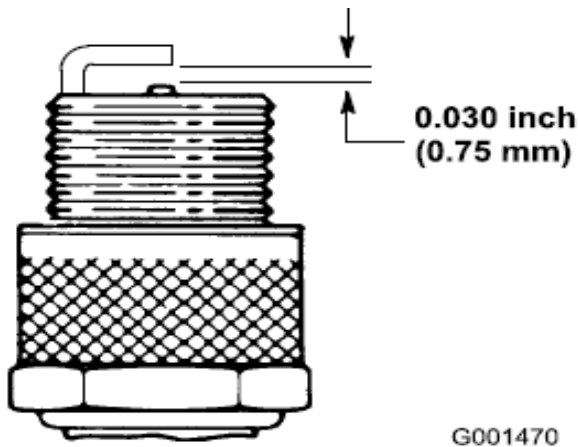

Figura 18
3. Ajuste el hueco entre electrodos en 0.028-0.032 pulgadas (Figura 18). Instale la bujía con el hueco correcto y apriétela con firmeza a 17 pies-libra (23 N-m).